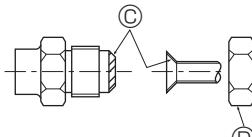

Fig. 4-5
4.3. Connexion des tuyaux (Fig. 4-4, Fig. 4-5)
- [Fig. 4-5]
- Appliquer un fil fin mince d'huile réfrigérante sur la surface du tuyau et du support du joint avant de serrer l'écrou évasé. ④
- Utiliser deux clés pour serrer les connexions des tuyaux. ⑤
- Appliquer de l'huile réfrigérante sur toute la surface évasée du fond. ⑥
- Utiliser les écrous évasés correspondant aux tailles de tuyaux suivantes. ⑦
④ (Fig. 4-5)